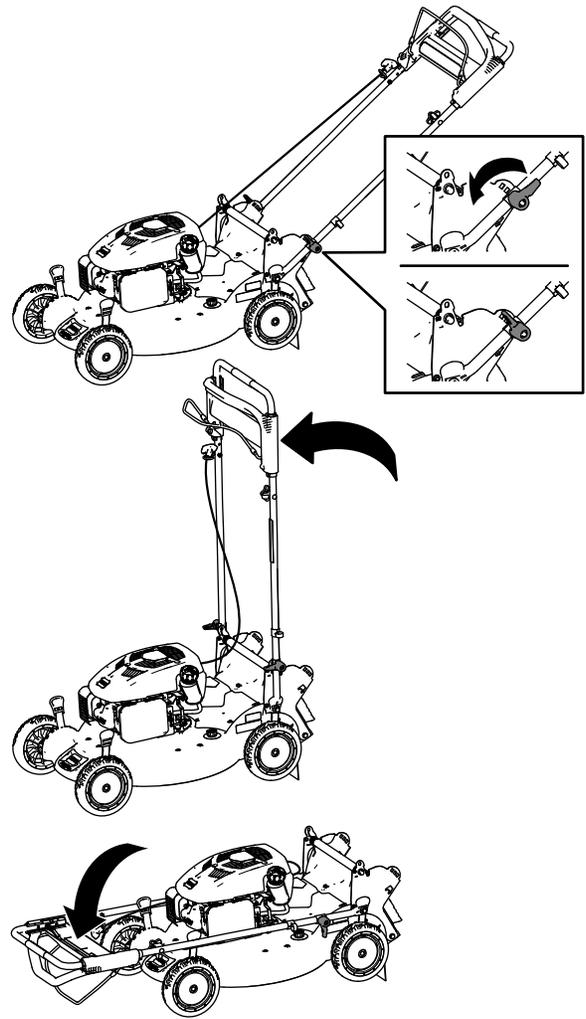

Figura 25
2. Doble el manillar hacia adelante (Figura 25).